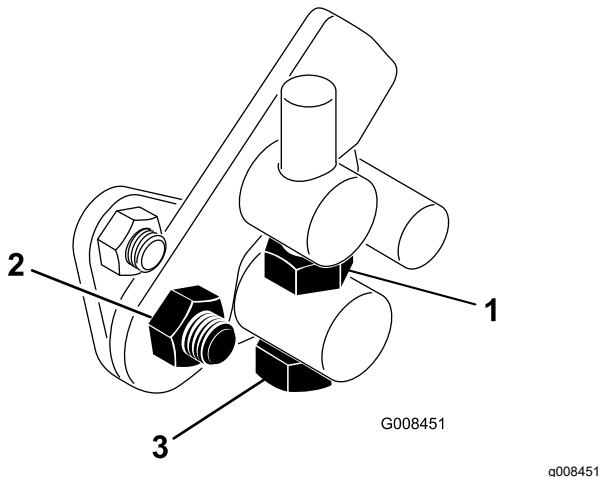

Bild 44
1. Lösen Sie die Klemmmutter an der Drehzapfenkopfschraube (Bild 44).
4. Ziehen Sie die Klemmmutter an der Drehzapfenkopfschraube und die Mutter am Pedalgelenk fest, um die Einstellung zu arretieren (Bild 44). Prüfen Sie die Einstellung und nehmen Sie ggf. eine weitere Einstellung vor.
1. Entfernen Sie das Gitter (Bild 44).